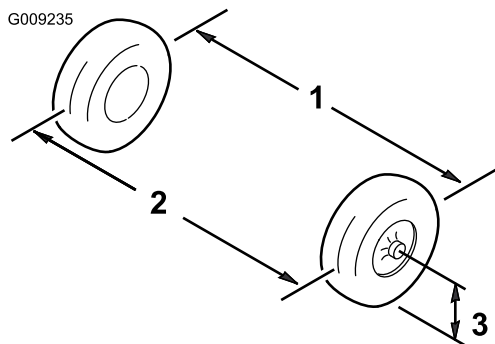

図 38
1. 前輪の前と後ろで、左右のタイヤの中央線間距離を測る；計測はアクスルの高さで行う（図 38）。